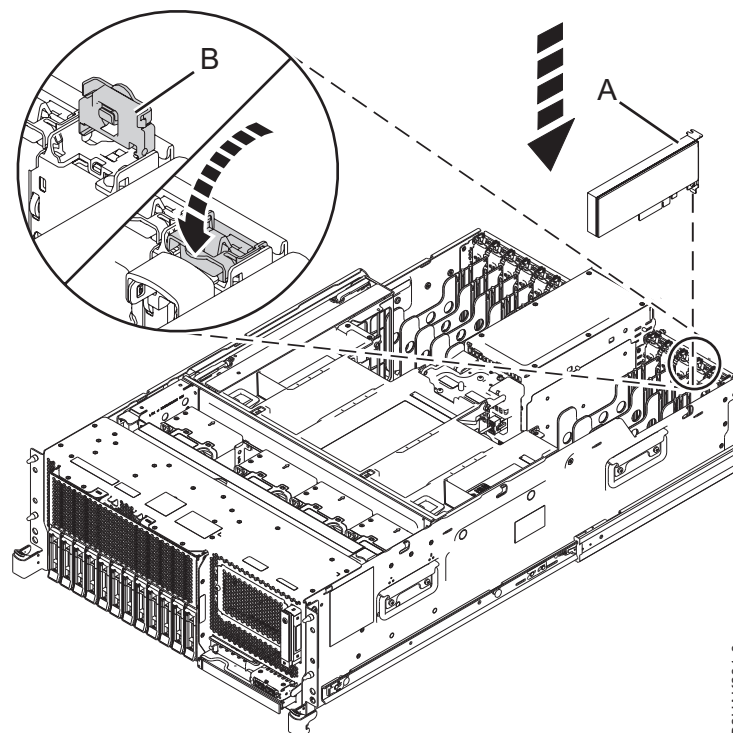
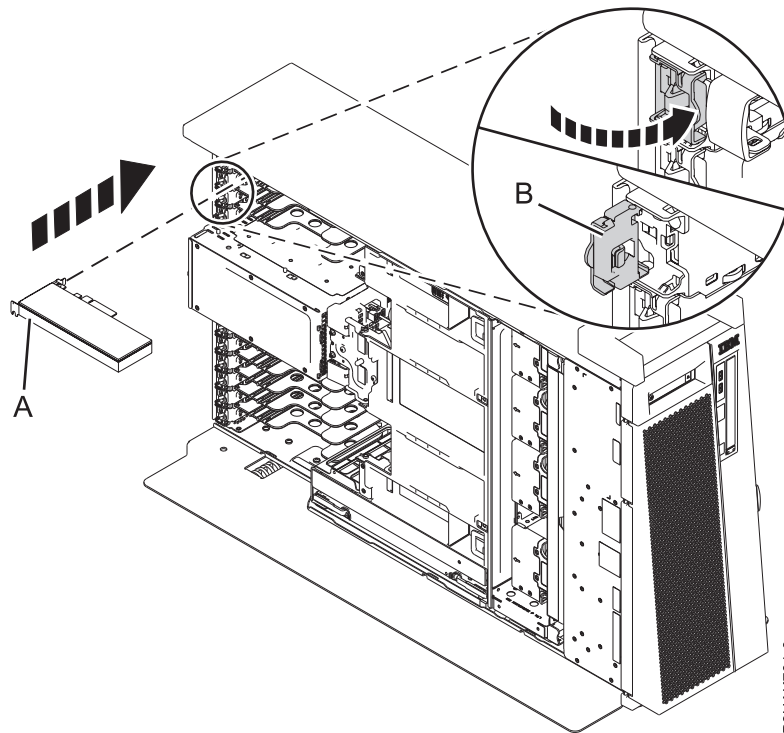

Abbildung 64. PCIe-Adapter in einem Einschubsystem installieren oder austauschen
Abbildung 65. PCIe-Adapter in einem eigenständiges System vom Typ 8286-41A installieren oder austauschen
5. Wenn die Adaptersicherung (B) des Zielsteckplatzes nicht bereits geöffnet ist, ziehen Sie die Adaptersicherung in die geöffnete Position, indem Sie sie von ihrem Clip an der Systemrückseite nach außen drehen - siehe Darstellung in Abb. 64 und Abb. 65 auf Seite 74.
6. Fassen Sie den Adapter vorsichtig an der Oberkante oder am Haltesteg an und richten Sie den Adapter an dem Steckplatz und dem zugehörigen Anschluss an der Systemrückwandplatine (A) aus, siehe Darstellung in Abb. 64 und Abb. 65 auf Seite 74.
8. Drehen Sie zum Verriegeln des Adapters im Steckplatz die Adaptersicherung (B) in die abgebildete Richtung in Abb. 64 und Abb. 65 auf Seite 74.